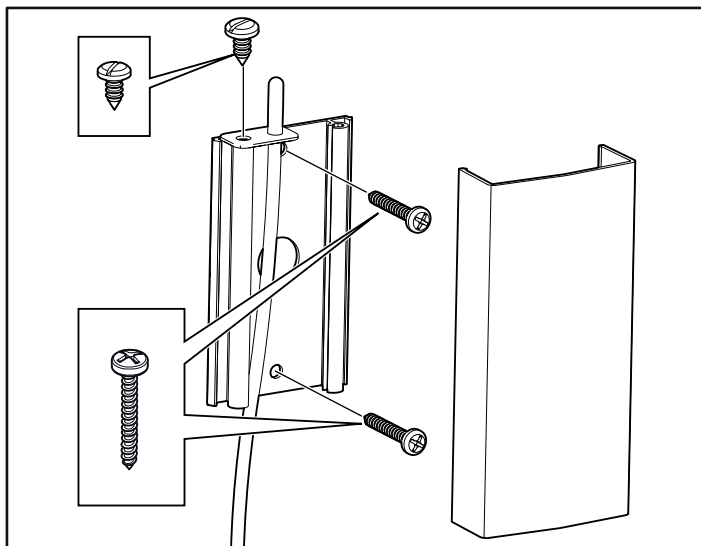
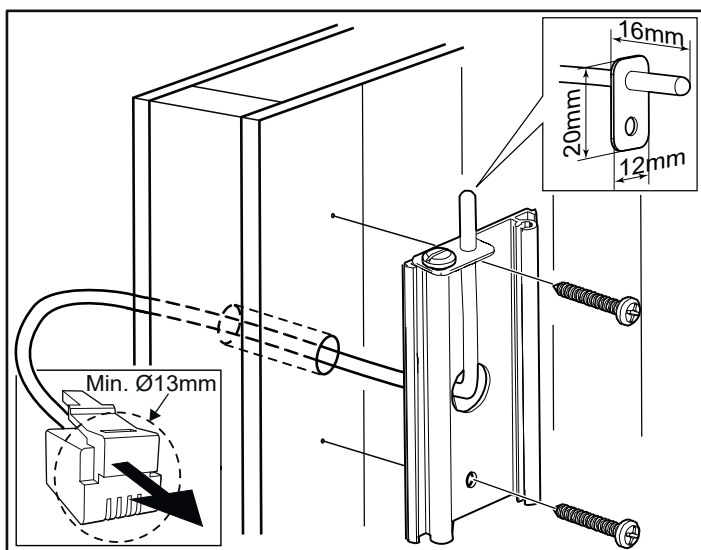

Abbildung 15: Montage des Sensors
Abbildung 16: Kabelführung durch die Wand.
13. Montieren Sie den Sensor an der Wand (siehe Abb. 15). Das Thermistorkabel kann ebenfalls durch die Wand geführt werden. Dichten Sie hinter dem Sensor befindliche Löcher in der Wand ab (siehe Abbildung 16). Außerhalb der Sauna kann das Thermistorkabel mit einem Niederspannungskabel (2-adrig) verlängert werden.